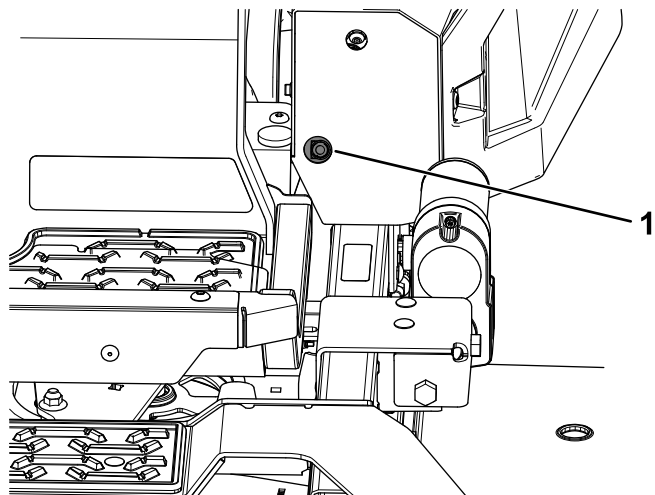

Figura 63
11. Ajuste os comprimentos da barra de controlo da bomba rodando a porca na direção adequada até as rodas andarem ligeiramente para trás (Figura 63 e Figura 64).